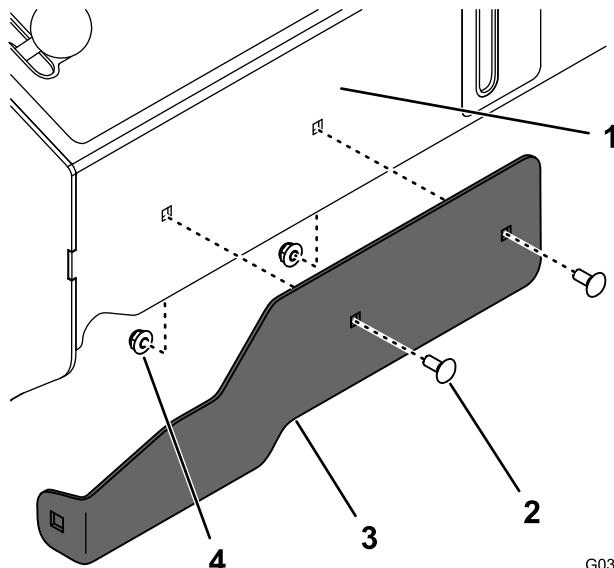

Figura 12
11. Instale provisionalmente el soporte de montaje delantero en la parte delantera de la columna de control con 2 pernos de cuello cuadrado ($\frac{1}{4}$ " x $\frac{5}{8}$ ") y 2 contratuerzas ($\frac{1}{4}$ "), según se muestra en Figura 12.